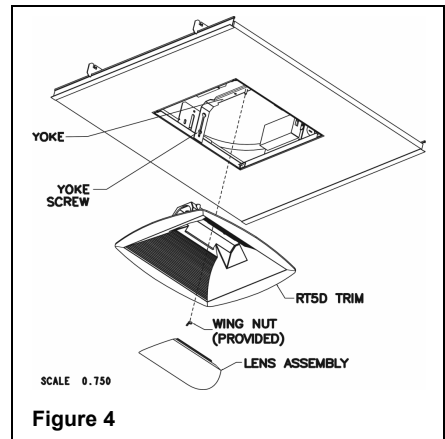

Figure 4
2. Adjust mounting yoke for the correct ceiling thickness. Loosen the yoke screws. Adjust the height. Retighten the yoke screws. (See Figure 4.)
3. Remove the wing nut from the yoke screw. (See Figure 4.)
6. Place wing nut on yoke screw and retighten. (See Figure 4.)
2. Ajuster l'étrier de montage d'après l'épaisseur du plafond. Desserrer les vis de l'étrier. Ajuster la hauteur. Puis resserrer les vis. (Voir la Figure 4)
3. Enlever l'écrou à oreilles de la vis de l'étrier. (Voir la Figure 4)
6. Placer l'écrou à oreilles sur la vis de l'étrier, puis resserrer. (Voir la Figure 4)